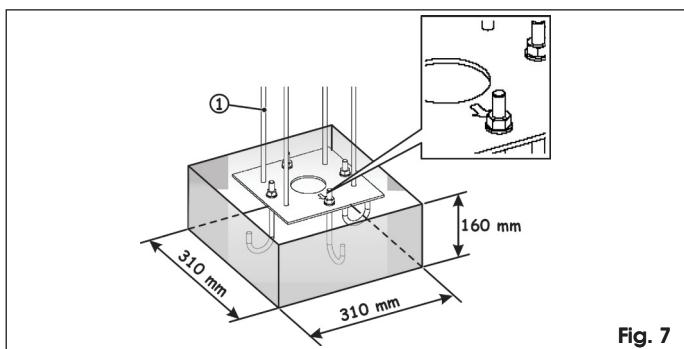

Fig. 7
2. Realice una base de cimentación tal y como se indica en la Fig. 7.
1. Enrosque los cuatro tirantes suministrados en dotación, Fig. 7 ref. ①, en los correspondientes orificios, los que tienen las tuercas soldadas.
2. Coloque en obra la placa de cimentación tal y como se indica en la Fig. 7, y prevea una o varias vainas para el paso de los cables eléctricos.